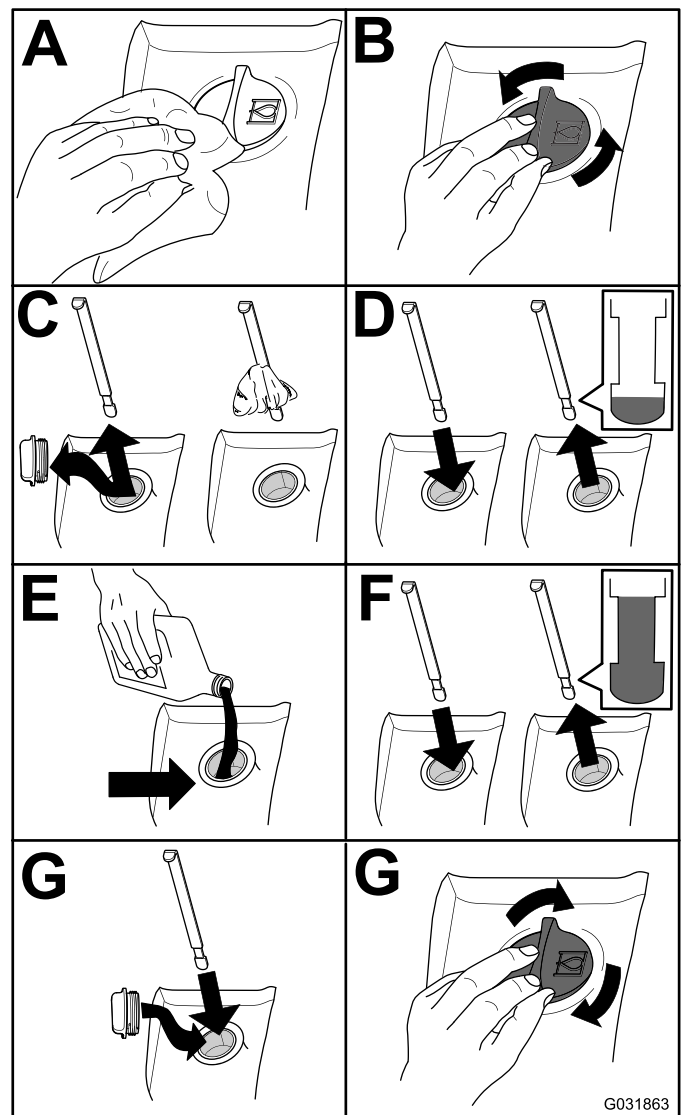

Figura 104
2. Controllare il livello del fluido idraulico (Figura 104).